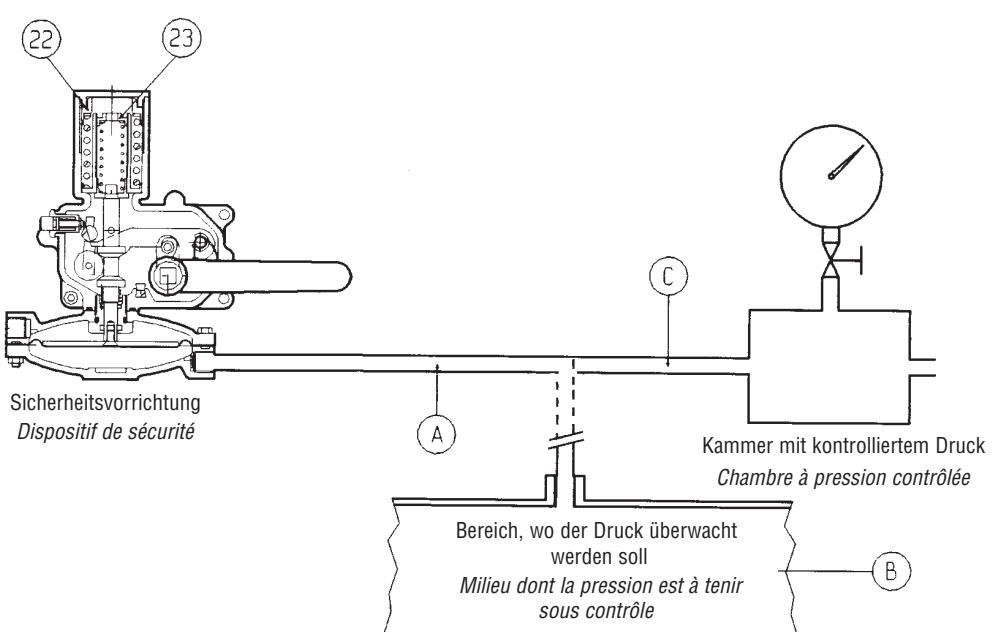

Fig. 24
- 1b) Bei Anlagen ohne Prüfventil "Push" (Abb. 24):
1b) Pour les dispositifs sans vanne "push" (fig. 24) il est conseillé de brancher séparément la tête de commande à une pression auxiliaire contrôlée. Répéter les opérations décrites ci-dessus.